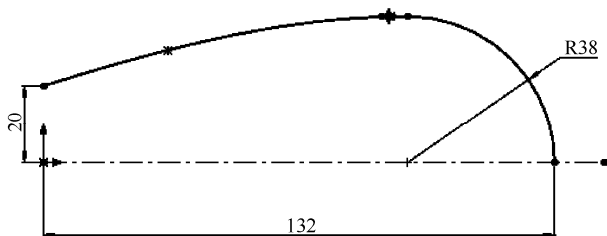

图 9-74 草图标注 1
2) 绘制草图 1。在左侧 FeatureManager 设计树中用鼠标选择“前视基准面”，作为绘制图形的基准面。单击“草图”控制面板中的（中心线）按钮、（样条曲线）按钮和（圆心/起/终点圆弧）按钮，绘制图 9-74 所示的草图并标注尺寸。
3) 旋转曲面。选择菜单栏中的“插入”→“曲面”→“旋转曲面”命令，或者单击“曲面”工具栏中的 (旋转曲面) 按钮，或者单击“曲面”控制面板中的“旋转曲面”图标，系统弹出图 9-75 所示的“曲面-旋转”属性管理器，在“旋转轴”选项组列表框中，用鼠标选择图 9-74 中所示的水平中心线，单击属性管理器中的 (确定) 按钮，结果如图 9-76 所示。